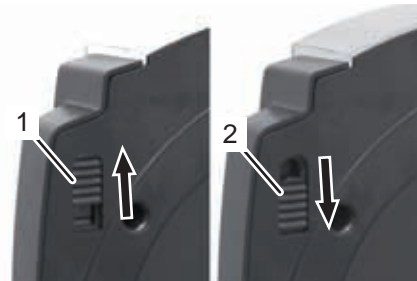

Fig. 9
2. Ouvrez le couvercle et mettez l'interrupteur Marche/Arrêt de la pompe en position "Marche" (Fig. 9/1).
2. Ouvrez le couvercle et poussez l'interrupteur „Pompe Marche/Arrêt“ en position „Pompe Arrêt“ (Fig. 9/2).